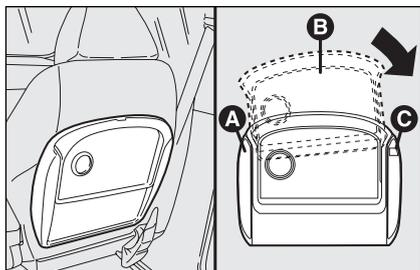

fig. 73
- introduire le plan d'appui **B**-fig. 73 de manière que le pion fixe de support **A** soit à l'intérieur de la glissière du plan lui-même;